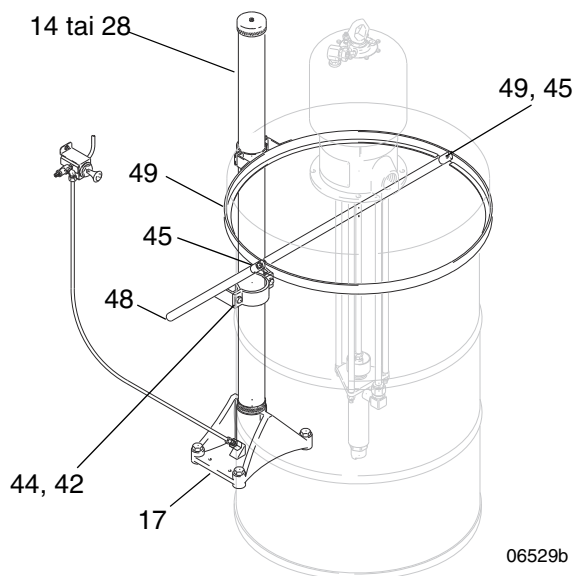

FIG. 4
Aseta kansi paikoilleen tukirenkaalle (49) ja kiristä kantaruuvit (45). Aseta avoin tynnyri nostolaitteen jalustaa (17) vasten ja aseta kansi tynnyrin päälle siten, että tukipannan (44) kolot ovat tiukasti nostolaitteen nostoputkea (14 tai 28) vasten. Nosta putkea 6,4 mm (0,25 tuumaa) ja kiristä sitten pannan ruuvit (42). Katso FIG. 4.